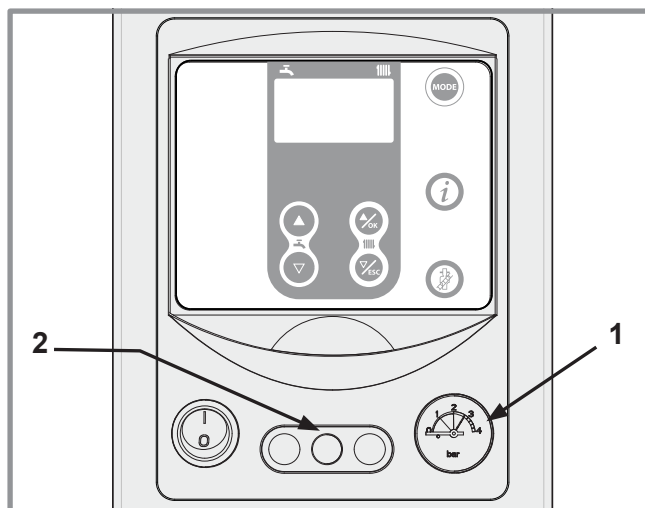

figure 49 - Manomètre - Reset
- Vérifier régulièrement la pression de l'eau dans le circuit chauffage (entre 1.5 et 2 bar) *rep. 1, figure 49*.
Certaines anomalies provoqueront la mise en sécurité de la chaudière (codes erreur **78, 128 et 133**). Dans ce cas, réarmer la chaudière : appui court sur le bouton blanc (voir repère 2, *figure 49*).